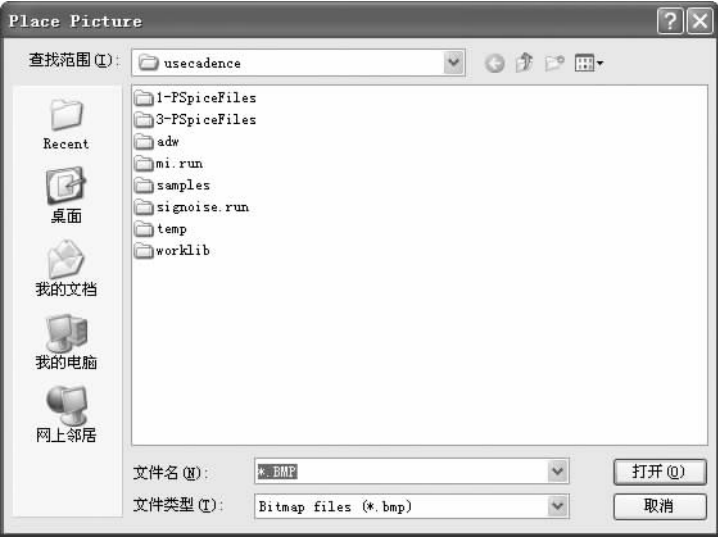

图 6-105 选择图片对话框
2) 启动放置图片命令后，弹出选择图片对话框，选择图片路径，如图 6-105 所示。选择好以后，单击  按钮即可将图片添加到原理图中。